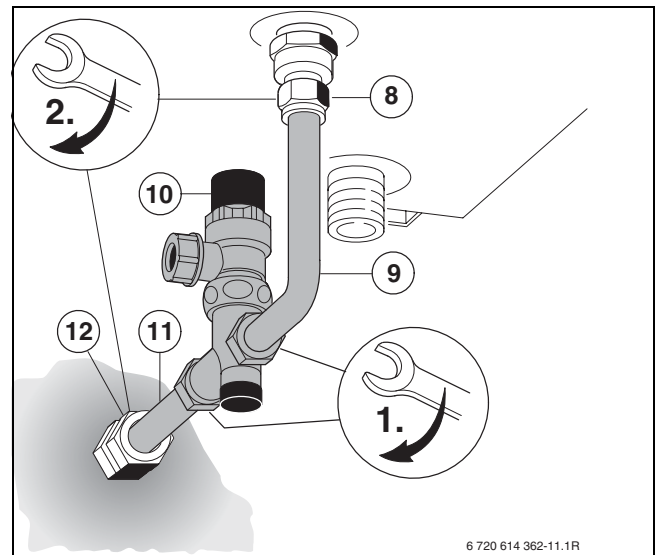
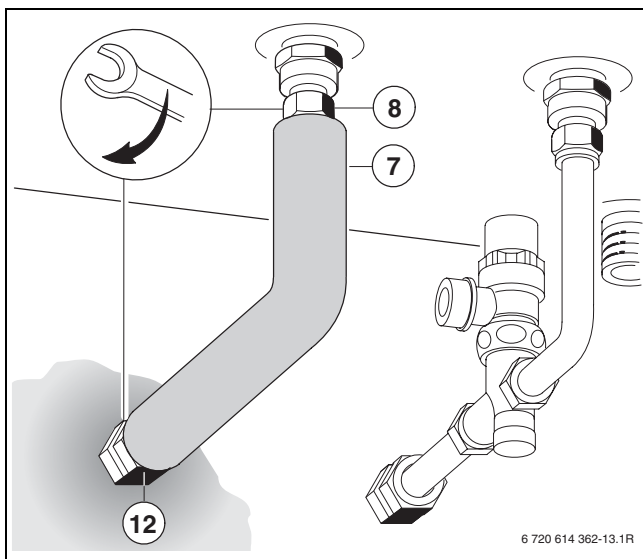

Bild 13
Bild 15
- ▶ Die Klemmverschraubungen (8) und (12) nachziehen (→ Bild 13 auf Seite 10 und Bild 15 auf Seite 11).